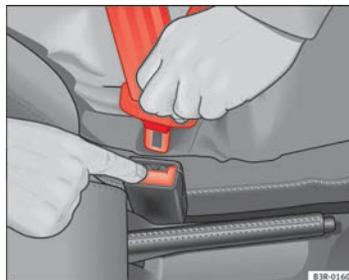

Fig. 15 Sgancio della linguetta dal bloccetto d'aggancio
- Premere il tasto rosso che si trova nel blocchetto d'aggancio ⇒ **fig. 15**. La linguetta scatta all'infuori ⇒ **△**.